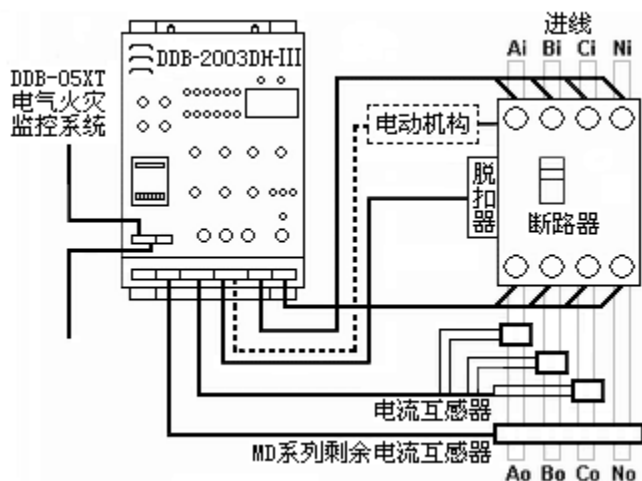

图6 DH-III现场接线
■ 电动操作机构控制：包括“回（再）扣”和“合闸”两个独立的开关触点。断路器脱扣后，若保护器收到合闸指令（内部或外部），回扣开关触点接通 0.5 秒；约 10 秒后，合闸开关触点接通 0.5 秒。本控制程序适用于电磁式或带状态开关的电机式电操机构。连接方式见第 15 页图 6（具体接法请遵从用户自备的电操机构说明书）。其他方式的电操驱动可定制。
■ 断路器输出取样：返回断路器各相的分合信息（见第本页图6）。